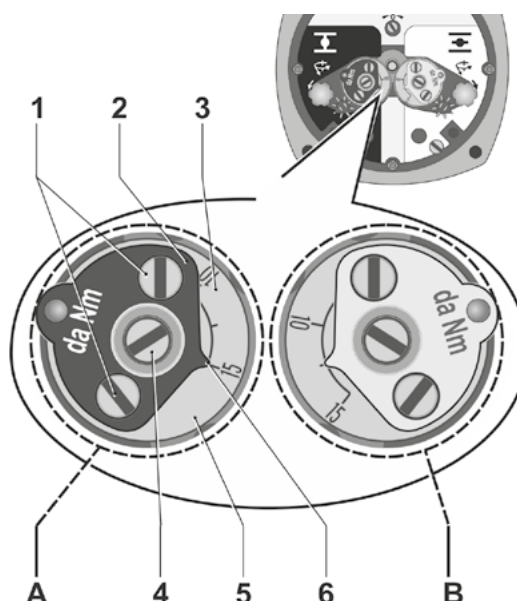

Fig. 3: A = utkoblingsmoment-målehode
3. På venstre utkoblingsmoment-målehode (se fig. 3, område A) skal begge sikringsskruene (pos. 1) på den svarte viserskiven (pos. 2) bare løsnes.
4. Drei skalaskiven (fig. 3, pos. 3) inntil viseren (6) peker på tallet for det nødvendige utkoblingsmomentet. Den innstilte tallverdien for det 10-dobbelte utkoblingsmomentet ($15 \times 10 = 150$ Nm) gjelder, og en innstilling mellom to tall innvirker tilsvarende på innstillingen til utkoblingsmomentet.
- Viseren (6) til den svarte viserskiven (2) peker på 15; dette tilsvarer et utkoblingsmoment på ca. 150 Nm.
- Viseren til den hvite viserskiven (se i fig. 3 i område B) peker på midten mellom 10 og 15; dette tilsvarer et utkoblingsmoment på ca. 125 Nm.
5. Trekk til sikringsskruene (fig. 3, pos. 1) igjen; tiltrekkingmoment: 0,3 – 0,4 Nm.
6. Innstillingen av utkoblingsmomentet i ÅPEN endeosisjon skjer med det hvite utkoblingsmoment-målehodet (se fig. 3, område B) tilsvarende fremgangsmåten ved innstilling av utkoblingsmomentet i LUKKET endeosisjon.